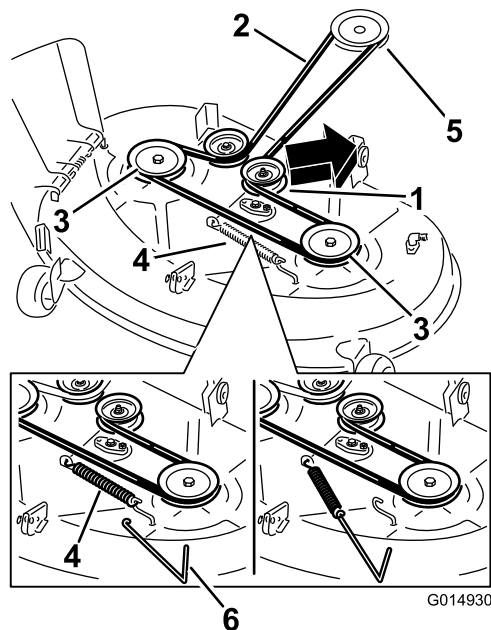

Figure 69
6. Acheminez la courroie neuve autour des poulies du moteur et du plateau de coupe (Figure 69).
7. À l'aide d'un outil de dépose de ressort, accrochez le ressort au crochet sur le plateau pour tendre la poulie de tension et la courroie de plateau de coupe (Figure 69).
5. À l'aide d'un outil de dépose de ressort (réf. Toro 92-5771), décrochez le ressort du crochet sur le tablier pour détendre la poulie de tension et déchaussez la courroie des poulies (Figure 69).